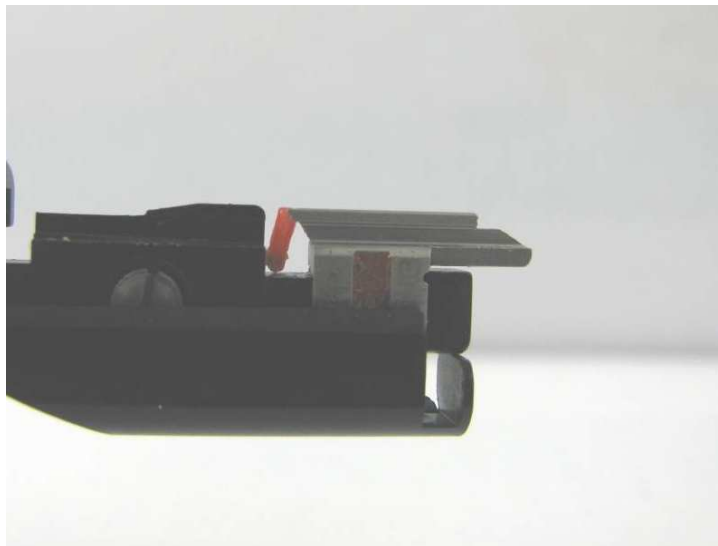

Figure 7
Eventuelle Isolierungsreste (Abb.7) sind zu entfernen.
*Remove insulation remainders (Fig.7).